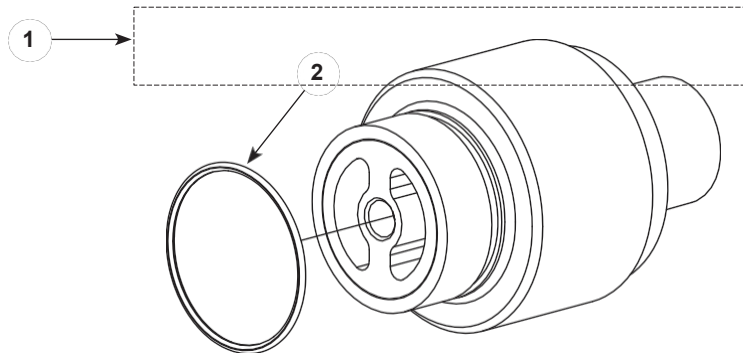

Figura 22 Conjunto de soporte del electrodo XD
B. Consulte la figura 22 y la lista de piezas para ver las piezas de reparación del kit del conjunto de soporte del electrodo XD.